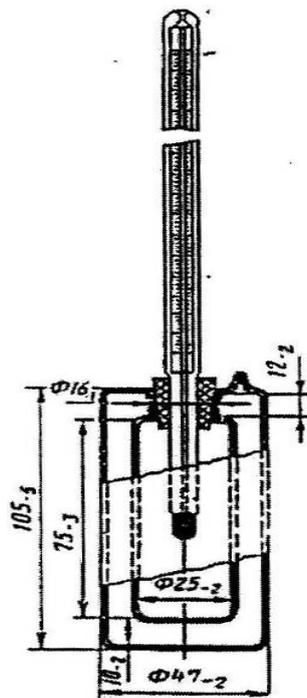

Рисунок 2. Прибор Жукова.
Испытуемое вещество, расплавленное на водяной бане или в термостате при температуре на 15 – 20 °С выше ожидаемой температуры затвердевания, тщательно перемешивают и заливают в подогретый прибор 2 (рис.2) на  $\frac{3}{4}$  его высоты. Температура испытуемого вещества после помещения в прибор должна превышать ожидаемую температуру затвердевания не менее чем на 8 °С. В отверстие прибора вставляют термометр на пробке по оси прибора так, чтобы ртутный шарик термометра находился приблизительно на половине высоты слоя расплавленного вещества. Оставляют прибор до достижения температуры на 3 – 4 °С выше температуры затвердевания. По достижении этой температуры записывают температуру через каждую минуту. Сначала температура понижается быстро. Затем понижение замедляется, и температура в течение нескольких минут сохраняется постоянной или снижается очень медленно. После этого температура снова быстро понижается. За температуру затвердевания вещества принимают то показание термометра, при котором температура оставалась постоянной или снижалась наиболее медленно.
**Прибор 2** (прибор Жукова) – дьюаровский сосуд из прозрачного стекла (рис. 2). Снабжен пробкой, в которой укреплен термометр с диапазоном температур от +30 до +100 °С и ценой деления 0,2 °С.